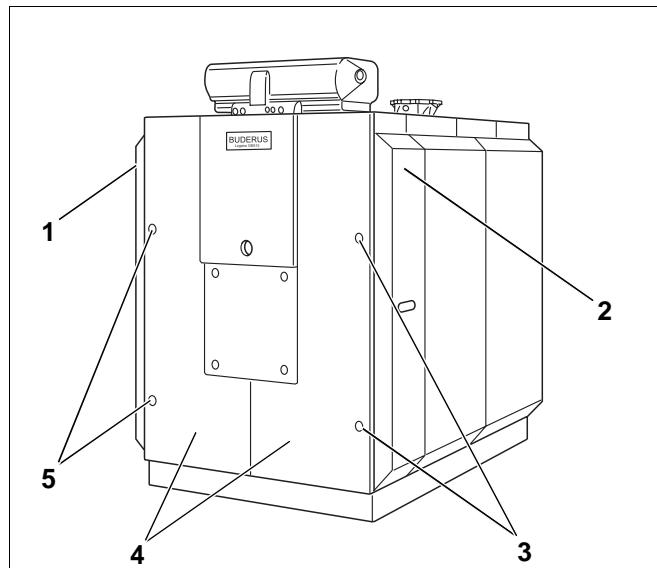

Рис. 54
Для открывания дверцы горелки снять справа и слева по одной боковой стенке (с отверстием для руки). Передние стенки (облицовка дверцы горелки) демонтировать не требуется (рис. 54, поз. 4).
- Боковые стенки (с отверстиями для рук) (рис. 54, поз. 1 и 2) слегка приподнять и снять.
- Чтобы отвернуть четыре болта торцевым ключом, нужно сначала удалить заглушки в передней стенке (рис. 54, поз. 3 и 5). Теперь болты доступны через отверстия в передней стенке.